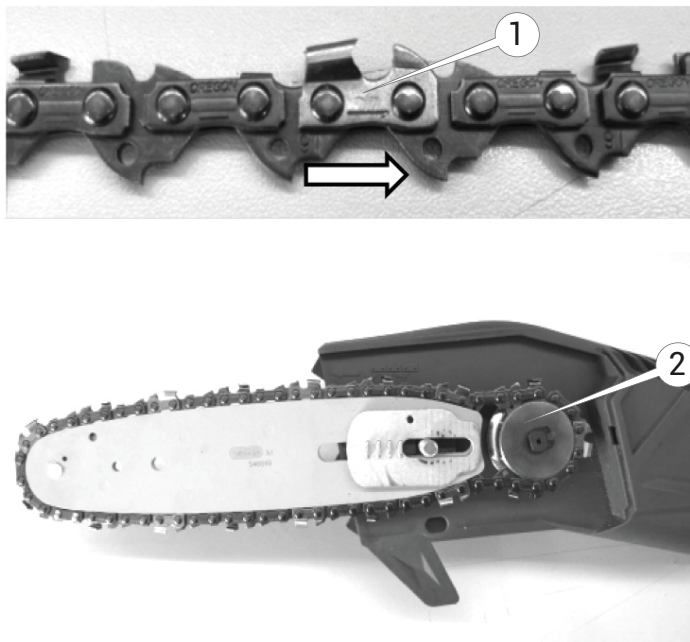

Рисунок 7. Напрямок руху ланцюга (1) та положення пиляльного ланцюга на зірочці (2).
1. Обома руками в рукавичках розташувати ланцюг вздовж напрямної шини та перевірити відповідність його орієнтації за напрямком руху відносно шини за мітками на самому ланцюгу та на шині (1, рис.7).
2. Ввести напрямні ланок ланцюга в паз шини, а ведучі ланки – у зчеплення з веденою зірочкою (2, рис.7), за необхідності змінити положення ланцюга.